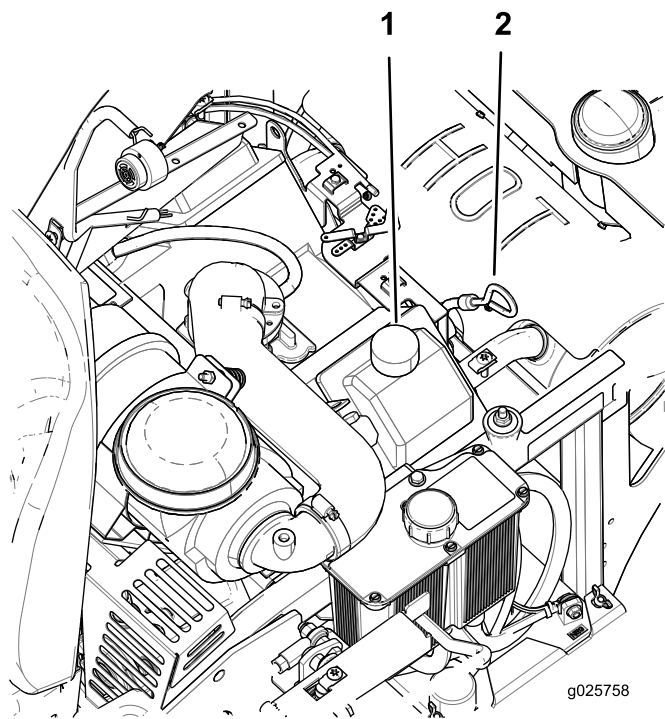

Figure 33
5. Nettoyez la surface autour de la jauge d'huile (Figure 33).
9. Si le niveau d'huile est trop bas, essuyez la surface autour du bouchon de remplissage, retirez le bouchon et faites l'appoint d'huile jusqu'à ce que le niveau atteigne le repère maximum (**full**) sur la jauge (Figure 33). Ne remplissez pas excessivement.
4. Versez lentement environ 80 % de l'huile spécifiée dans le tube de remplissage, puis faites l'appoint lentement jusqu'à ce que le niveau atteigne le repère maximum (**Full**) sur la jauge (Figure 33).
5. Démarrez le moteur et conduisez la machine jusqu'à une surface plane et horizontale. Vérifiez à nouveau le niveau d'huile (Figure 33).